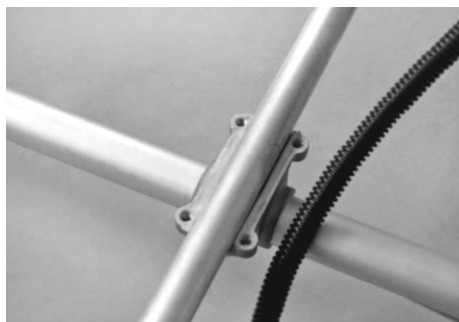

Рис. 2
1. Установите две половины рукояти на штангу в соответствующее крепление (рис. 2).